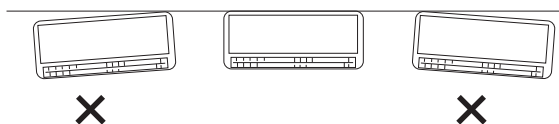

Fig. 3-3
(3) Con una livella o misurando con un metro verificare che il pannello sia perfettamente orizzontale. Questa condizione è importante per installare correttamente l'unità. (Fig. 3-3)